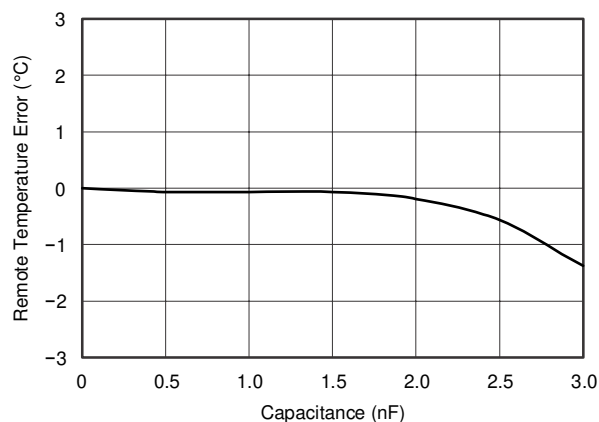
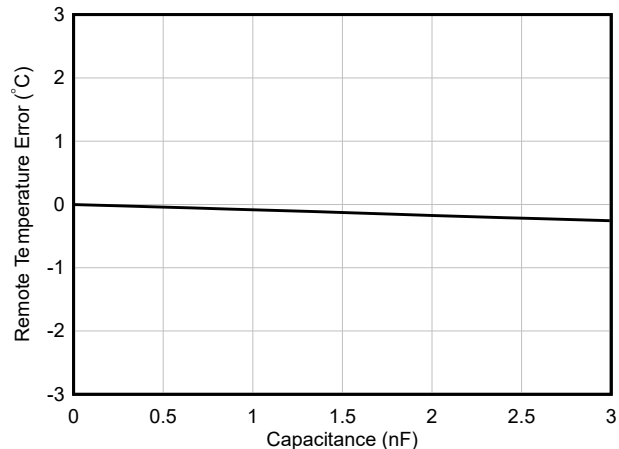
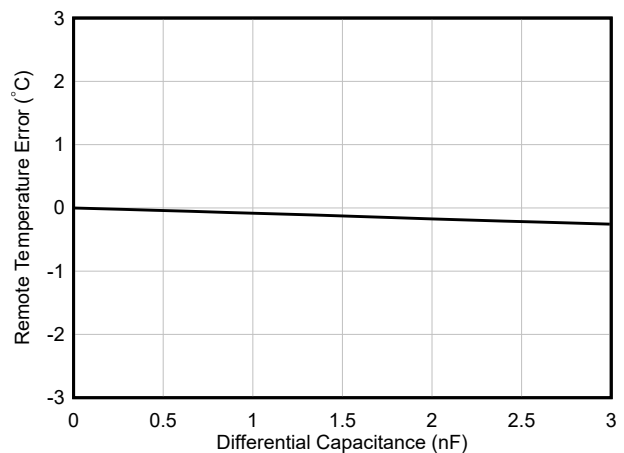

図 6-12. リモート温度誤差と差動容量との関係 (従来のチップ)
図 6-13. リモート温度誤差と差動容量との関係 (新チップ)
図 6-28. リモート温度誤差と差動容量との関係
- ほとんどのアプリケーションでは、 C_{DIFF} (オプション) は $<1000\text{pF}$ でなければなりません。 C_{DIFF} の選択はアプリケーションごとに異なります。フィルタリング、図 6-12 (図 6-13 新しいチップ)、および図 6-28 を参照してください。
TMP411-Q1 デバイスおよび TMP411D-Q1 デバイスは、温度誤差の変化を最小限に抑えながら、最大 1000pF の差動入力容量を許容できます。容量が検出されたリモート温度誤差に与える影響を、図 6-12 (新しいチップは図 6-13) および図 6-28 に示します。